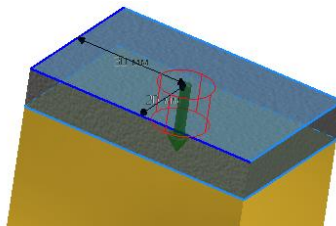

Рис. 3.87. Позиционирование винта
5. Последовательно выберите одно ребро верхней грани, задайте расстояние 20 мм, затем второе и задайте расстояние 30 мм (рис. 3.87).